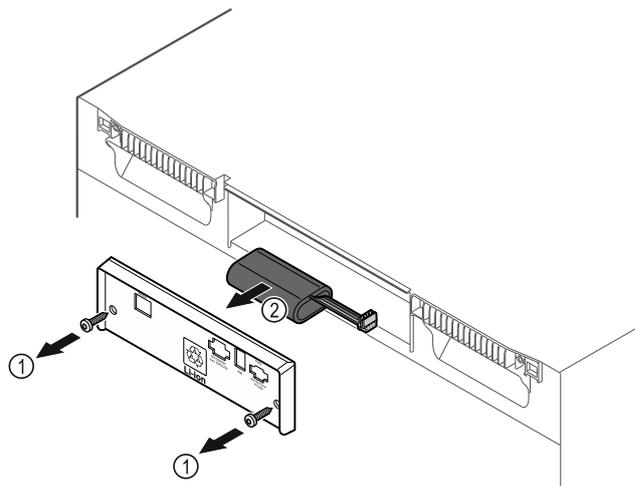

Fig. 201
- ▶ Desenroscar los tornillos y retirar la cubierta de la parte trasera del electrodoméstico Fig. 201 (1).
- ▶ Desconectar la batería y extraerla Fig. 201 (2).